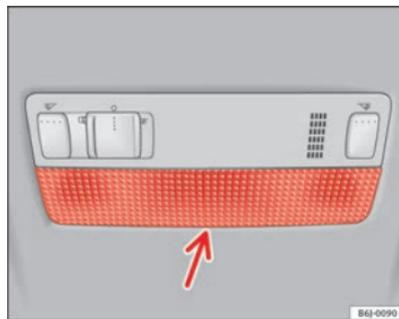

Fig. 148 Spot dianteiro de leitura
- Introduza uma chave de fendas fina, com a parte plana, entre a carcaça e o vidro ⇒ fig. 148.